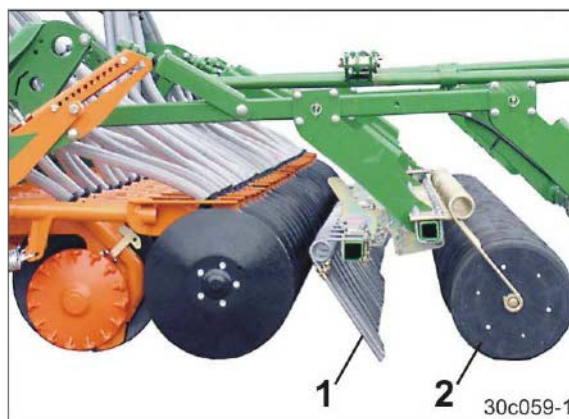

Bild 30
- harvspetsar (Bild 30/1)
- tryckrullar (Bild 30/2).